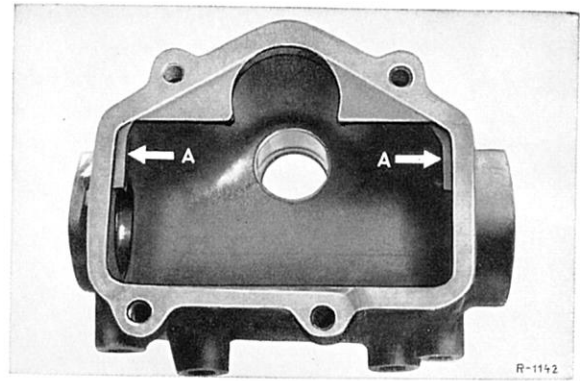

Bild 46–15/7
Auf Beschädigung und Lagerbüchsen auf Verschleiß prüfen. Die Notanschlagflächen (A) für die Lenkmutter dürfen nicht beschädigt sein (Bild 46–15/7).